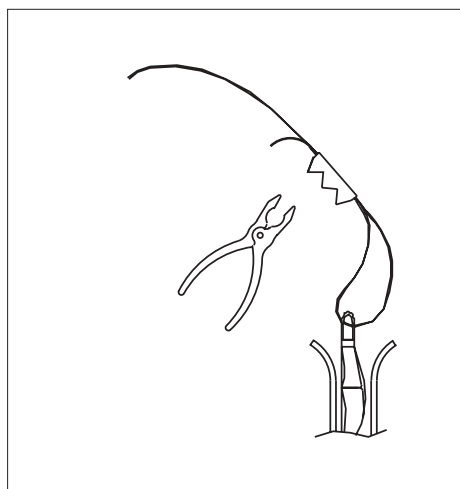

Fig. 6.1
- Fissare i cintini sulla tapparella e bloccarli con le graffette servendosi di una pinza, vedi fig. 6.1.